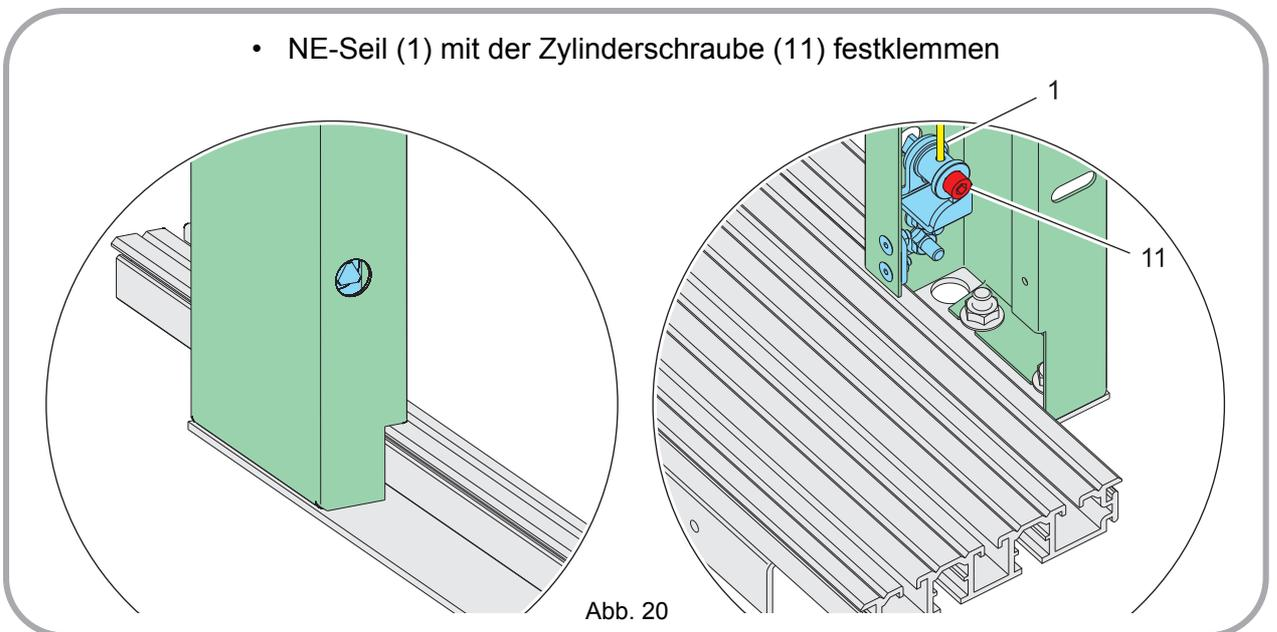

Abb. 20
- NE“in Zarge“ montieren, wie in Abb. 20 dargestellt
- Seilende der Schlaufe (12) mit Quetschverbinder (13) versehen und von unten durch die Bohrung führen
- Seilende der Schlaufe (12) mit Seilklemme (10) am NE-Seil (1) befestigen